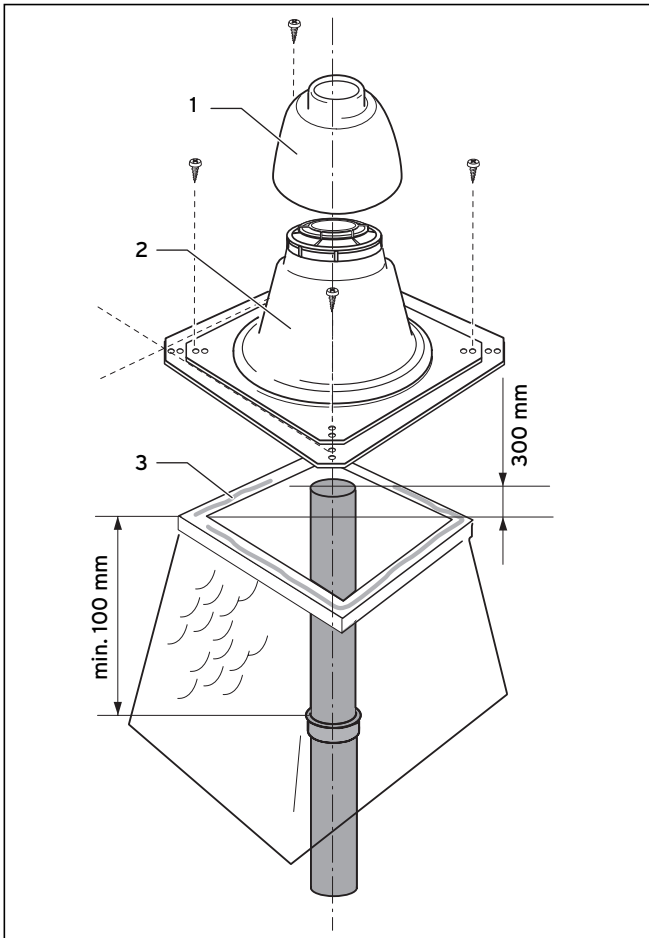

Abb. 6.21 Schachtaufsatz montieren
- Wiederholen Sie das Zusammenstecken der Rohre so oft, bis Sie das unterste Rohr in den Stützbogen stecken können und das oberste Rohr die Montage der Schachtabdeckung nach Abb. 6.21 erlaubt.
Beachten Sie für die Montage der Schachtabdeckung aus Kunststoff (PP) die Abb. 6.21.